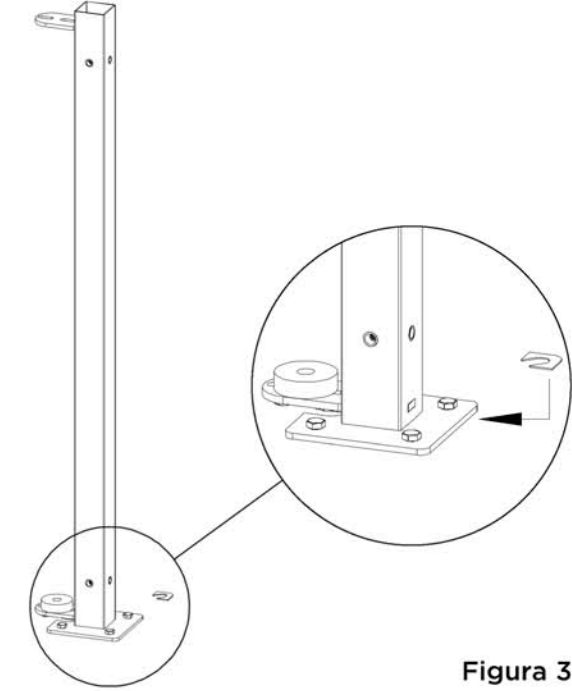

Figura 3
**Paso 3:** Comprobar el nivel de los pilares, si no están nivelados, aflojar los tornillos y colocar piezas de calzo (CYP0701) donde corresponda hasta conseguir que el pilar esté aplomado (ver figura 3) y apretar los tornillos de nuevo.